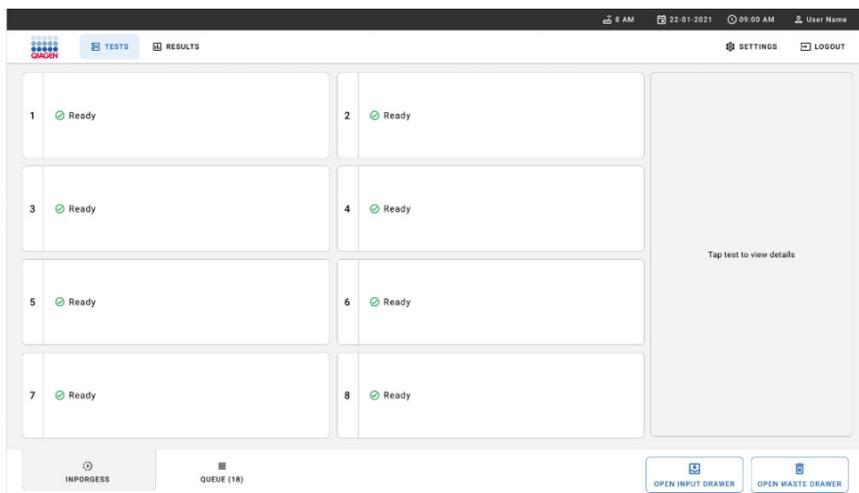

Figura 20. Pantalla principal de las pruebas.
1. Pulse el botón **OPEN WASTE DRAWER** (Abrir cajón de residuos) en la esquina inferior derecha de la pantalla principal de la prueba (figura 20).
- Cierre el cajón de residuos tras retirar los cartuchos. El sistema escaneará la bandeja y volverá a la pantalla principal (figura 20). Si se ha retirado la bandeja para realizar el mantenimiento, compruebe que esté insertada correctamente antes de cerrar el cajón.
- Pulse el botón **OPEN INPUT DRAWER** (Abrir cajón de entrada) en la esquina inferior derecha de la pantalla (figura 20).